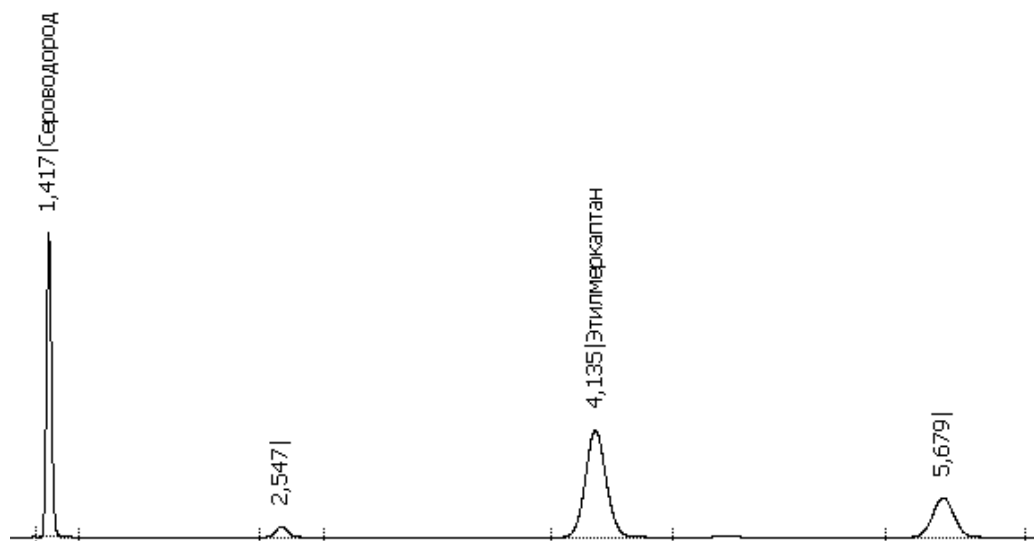

Рисунок 5.57. Неидентифицированные пики
- Часто на хроматограмме обнаруживаются “лишние” пики, не соответствующие анализируемым компонентам, но удовлетворяющие заданным критериям интегрирования (см. рисунок 5.57). Выберите критерий **Неидентифицированные**, если хотите удалить их разметку.